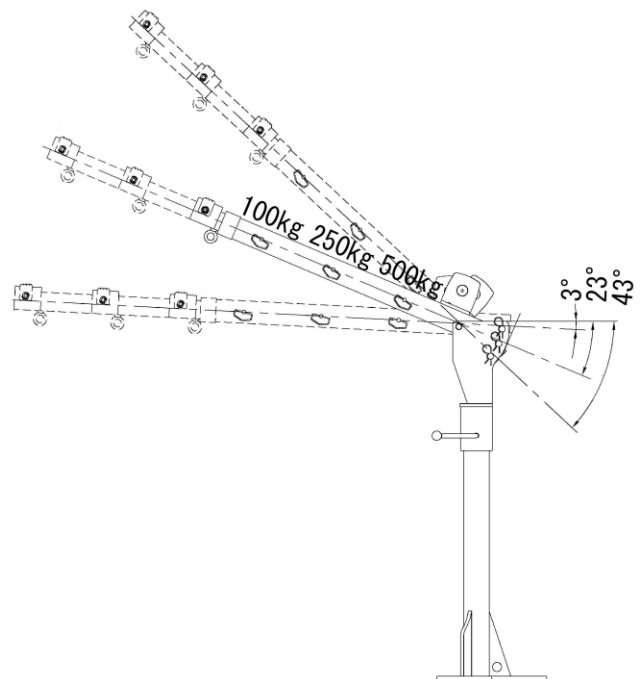

図3
- ①荷物の重量や、大きさ等に応じて、ブーム（アーム）の長さ、角度を調節してください。本商品の最大吊り上げ荷重は**500kg**です。
- ②本商品の使用荷重は、ブーム（アーム）の長さ、角度によって異なります。ブームの長さ、角度調整後は、図3に記載している最大使用荷重を参考にして使用してください。
- ③サポートトラックのセーフティーピンを取り外し、ピンを引き抜いてください。必要な角度までアームを持ち上げ、アームの穴と支柱の3箇所の何れかの穴に合わせ、ピン、セーフティーピンを確実に取り付けてください。
- ④ウィンチモーター側面のドラグダイヤルをウィンチモーターから引き出したまま、1/4回転した状態で、ワイヤーをウィンチモーターから引き出し、ブームを伸ばす長さに調整してください。調整後、ドラグダイヤルを元の位置に戻してください。
- ⑤アームのセーフティーピンを取り外し、ピンを引き抜いてください。使用用途に合わせた長さまでブームを伸ばし、ブームの穴とアームの3箇所の何れかの穴に合わせ、ピン、セーフティーピンを確実に取り付けてください。
- ⑥ハンドルを反時計回転方向に回して緩め、アームを左右に動かして、位置調節をしてください。位置調節後はハンドルを時計回転方向に回して、アーム（サポートトラック）が使用中に回転しない様に、確実に締め込んでください。
- ⑦フックを吊り上げる物に合わせて引き出し、引っ掛けてください。
- ⑧リモコンの『↑』ボタンを押すと吊り上げる事が出来ます。吊り上げた後に、ハンドルを反時計回転方向に緩め、支柱を左右に動かして位置調節をしてください。位置調節後は、ハンドルを時計回転方向に回して、ブームが使用時に回転しない様に、確実に締め込み、リモコンの『↓』を押して、ゆっくりと降ろしてください。
- ①本商品の**最大吊り上げ荷重は500kg**です。それ以上の負荷を掛けしないでください。
- ②ワイヤーケーブルを交換する時は、能力の低いワイヤーに交換しないでください。
- ③本機作業中にワイヤーケーブルや、ウィンチモーターに手を触れないでください。
- ④本機の最大吊り上げ荷重は、ブームの長さや角度により異なります。図3を参考に作業してください。